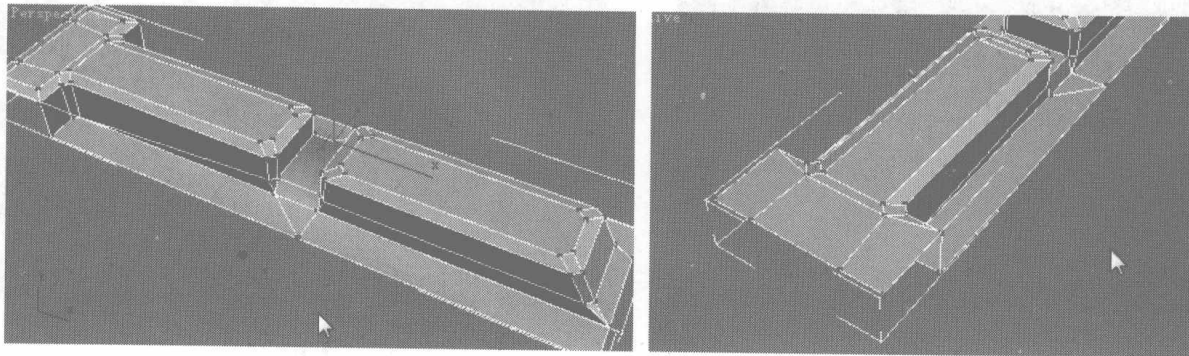

图 6.440
- 54** 同样在另一侧添加相应的细分线，并再焊接多余的节点线条，效果如图 6.440 所示。